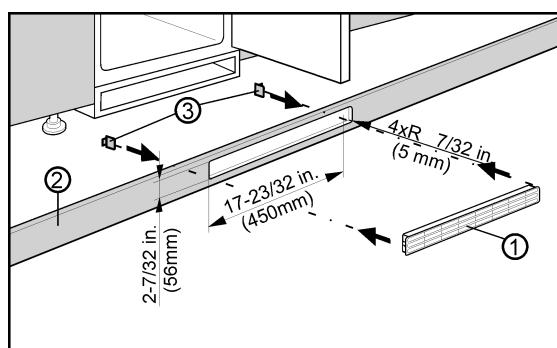

Fig. 8
L'aération à partir du bas au travers du plancher de l'élément de cuisine peut être réalisée à l'aide de la grille de ventilation Fig. 8 (3) fournie ou d'une ouverture de ventilation dont la surface de section est d'au moins 31 in2 (200 cm2). Si vous utilisez la grille de ventilation jointe Fig. 8 (1), procédez comme suit :
- Placer la grille de ventilation Fig. 8 (1) dans la découpe réalisée dans le plancher de l'élément de cuisine Fig. 8 (2).
- Enchâsser les raccords encliquetables Fig. 8 (3) à partir de l'arrière dans la grille jusqu'à ce que les crochets touchent le plancher de l'élément de cuisine.